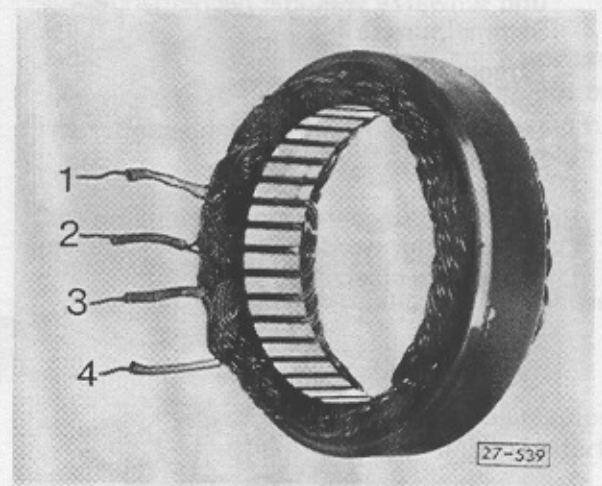

Abb. 4 Ständer/Unterbrechung prüfen
- Bezeichnung der Leuchtdioden und Widerstände auf der Leiterfolie – Abb. 4